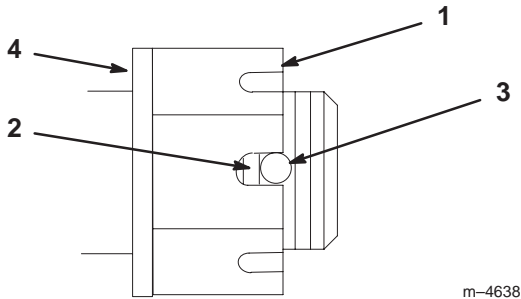

Figure 46
3. Serrez le boulon crénelé à 170 Nm (125 pieds-livres) (Fig. 46).
4. Mesurez l'espace entre la base de la fente de l'écrou et le bord intérieur du trou. On ne doit pas voir plus de deux filets (Fig. 46).
5. Si plus de deux filets sont visibles, enlevez l'écrou et placez une rondelle entre le moyeu et l'écrou (Fig. 46).
6. Serrez le boulon crénelé à 170 Nm (125 pieds-livres) (Fig. 46).
7. Serrez l'écrou jusqu'à ce que le jeu de fentes suivant soit en face du trou de l'axe (Fig. 46).